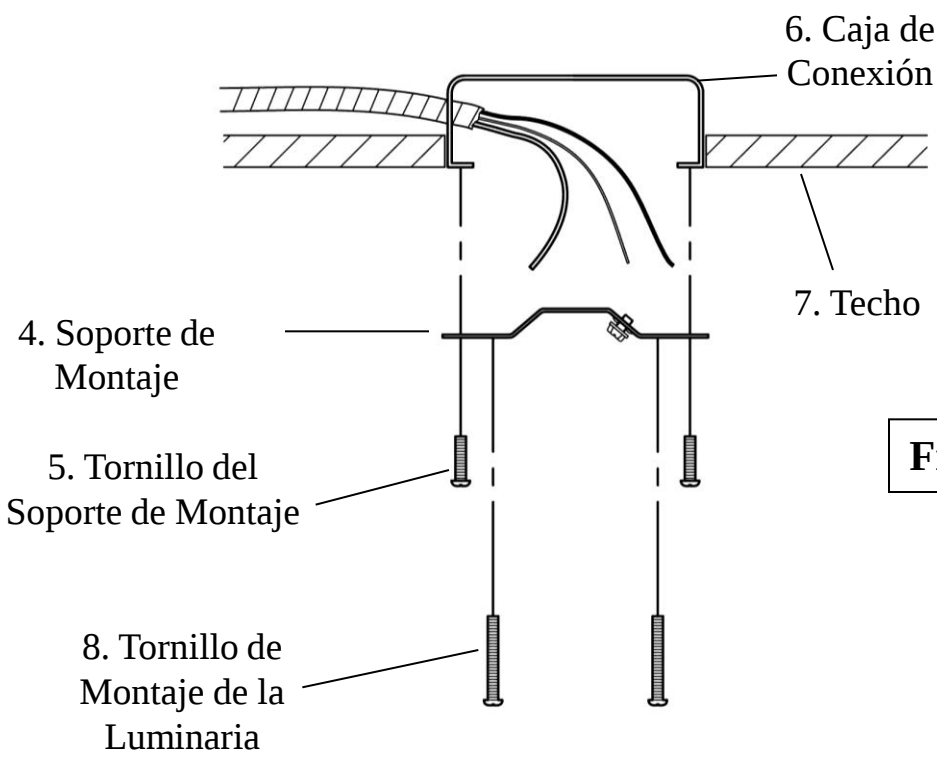

Fig. 2
1. Inserte los Tornillos de Montaje de la Luminaria (#8) en el Soporte de Montaje (#4) como se muestra. **(Fig. 2)**
2. Fije el Soporte de Montaje (#4) a la Caja de Conexión (#6) usando los Tornillos del Soporte de Montaje (#5) como se muestra. **(Fig. 2)**